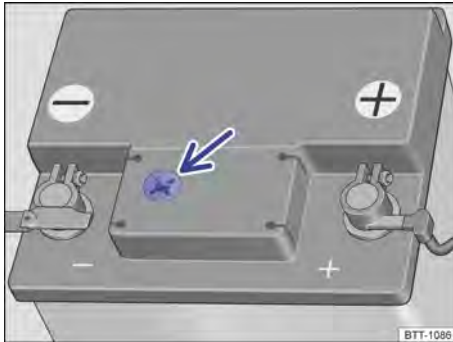

Fig. 154 En el compartimento del motor: ejemplo de posición del visor en el lado superior de la batería del vehículo.
- El visor redondo → fig. 154 en la parte superior de la batería del vehículo cambia de color dependiendo del nivel del electrólito.